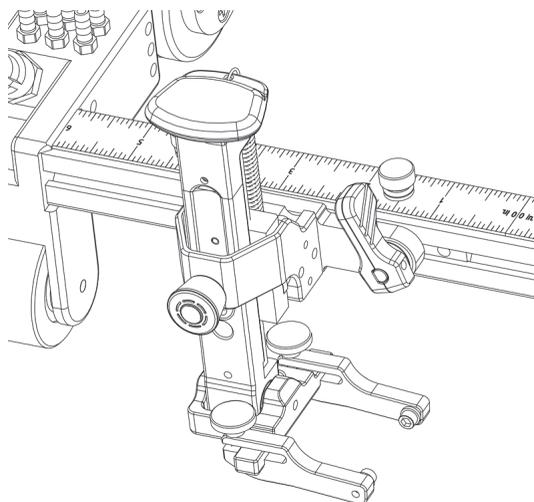

Рис. 2-12 Держатель ПЭП, вставленный в слот направляющей
3. Вставьте держатель ПЭП в слот направляющей, убедившись, что кулачковый штифт выровнен горизонтально (Рис. 2-12 на стр. 54).